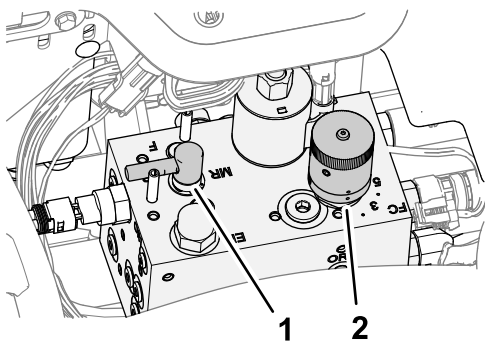

図 95
3. バックラップレバーをF刈り込み位置にセットする 図 95。